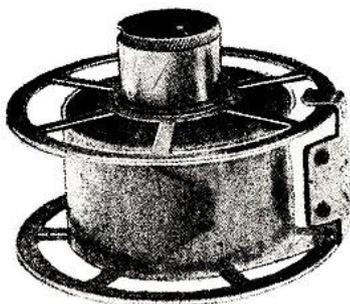

Рис. 20
Слегка прижав пальцами обе ленты к катушке, намотать их на катушку, вращая последнюю за выступ оси. После того как обе ленты будут целиком намотаны и конец пленки перекрывается концом тисненой ленты катушки, необходимо закрепить последний на фланцах катушки скобкой (4) (рис. 20). Рекомендуется в целях приобретения навыка в наматывании пленки на катушку проявительного барабана, провести несколько раз описанные манипуляции на свету с испорченной пленкой.